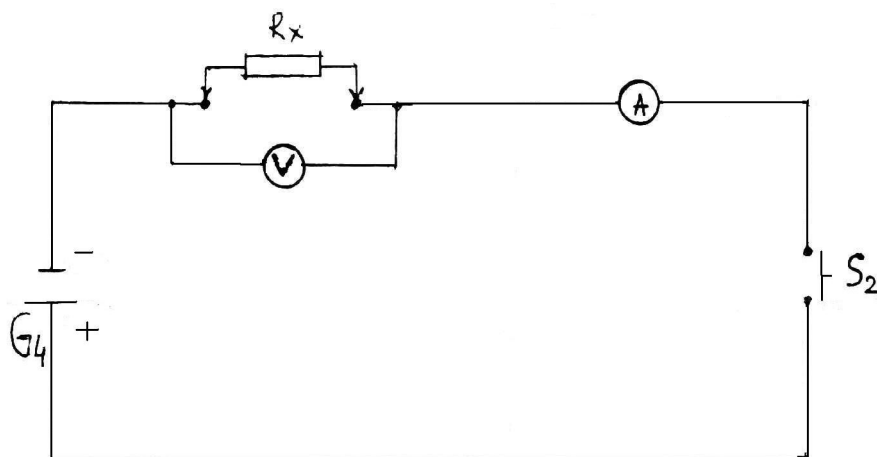

Рис. 4. Принципиальная схема. Измерение сопротивлений по методу амперметра и вольтметра.
- 1.1. Собрать схему согласно рис. 4.